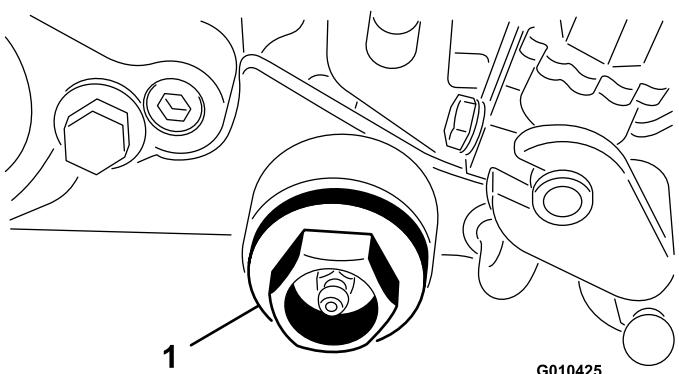

Figure 36
- Enlevez le bouchon du carter du groomer (Figure 36).